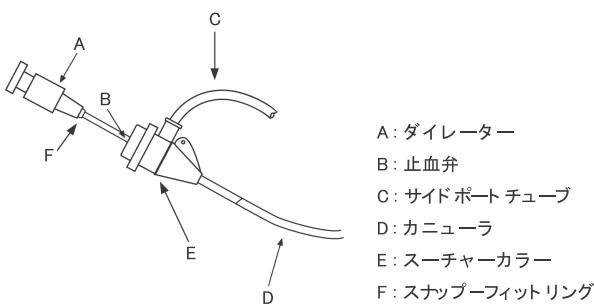

図 1
- (1) 適切な挿入部位を選択する。選択した挿入部位に応じて、大腿静脈アプローチ用、頸静脈アプローチ用又は頸静脈/肘静脈アプローチ用の製品を選択する。
- (2) 清菌された包装から構成品を無菌的に取り出す。
- (3) ヘパリン加生理食塩液又は等張液でフラッシュしてイントロデューサーから空気を抜く。
- (4) ダイレーターをイントロデューサーの止血弁からハブに通し接続する。(図 1) ヘパリン加生理食塩液又は等張液でフラッシュする。